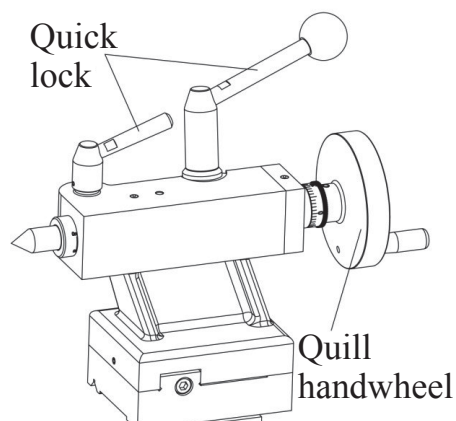

Bild 10: Komponenter till dubbdocka.
1. Bekanta dig med dubbdockans komponenter (se bild 10).